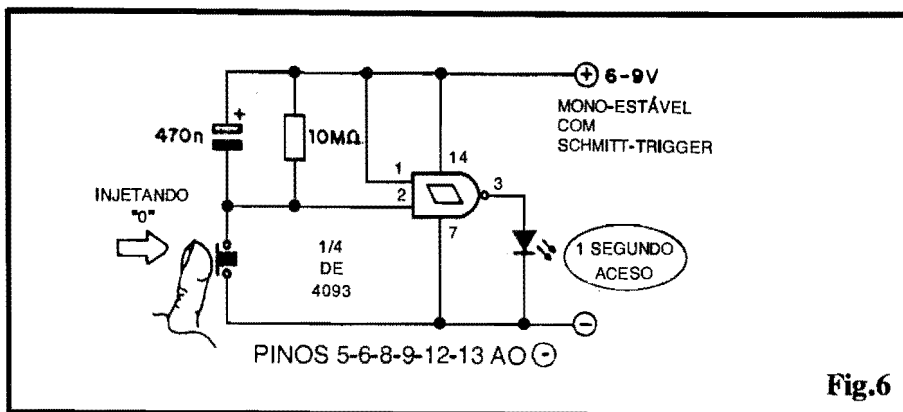

Fig.6
- FIG. 6 - (EXPERIÊNCIA) - MONO ESTÁVEL PRÁTICO, COM UM GATE NAND SCHMITT TRIGGER DE UM 4093 - Os felizardos Leitores/Hobbystas que possuírem uma matriz de contatos (Proto-Board) poderão realizar algumas EXPERIÊNCIAS muito elucidativas, usando poucos componentes, comuns e baratos, aprendendo bastante sobre os aspectos práticos da utilização de **gates** Schmitt Trigger... No primeiro exercício reali-
Experimentar ainda **manter** o **push-button** pressionado por longo Tempo... O LED (no caso do circuito experimental da fig. 6) ficará aceso por todo o Tempo em que o **push-button** encontrar-se premido, **mais** a Temporização decorrente dos valores de R e de C... Pensar a respeito, e tirar as conclusões quanto ao porquê de tal comportamento...